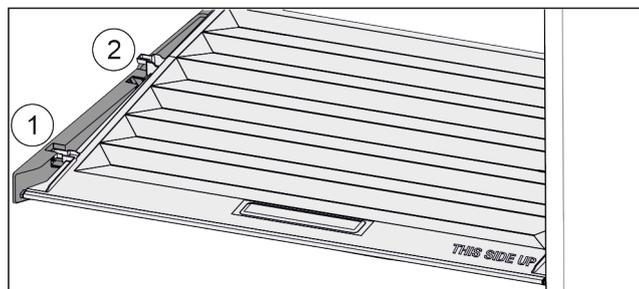

Fig. 35
- ▶ Tirer le couvercle vers l'avant jusqu'à dans l'orifice des pièces de retenue Fig. 35 (1).
- ▶ Le soulever par le bas à l'arrière et le sortir par le haut Fig. 35 (2).